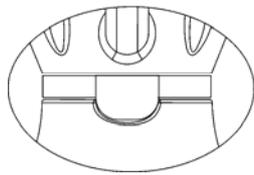

Fig. 1
1. Coloque o Fundo da jarra na Unidade do Motor, deixe que a posição funda da unidade do motor fique alinhada com a protuberância abaixo da pega (veja a Fig. 1), até que o Fundo da jarra já não se possa mover. Se o Fundo da jarra não tiver ficado correctamente fixado na devida posição, a unidade não pode receber energia. É uma função de segurança.